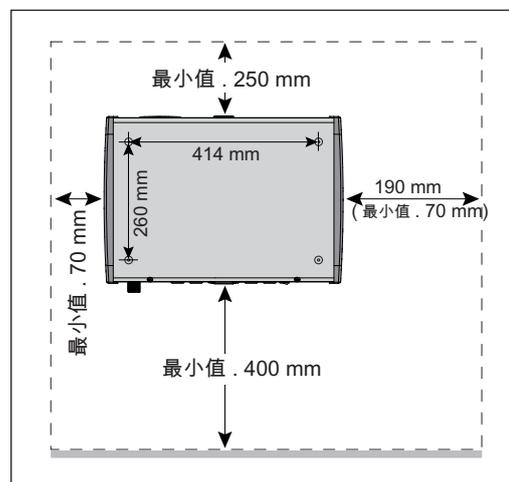

图6. 安装尺寸
- 蒸汽机安装地点符合安全要求，见图6.及章节2.2.之要求。